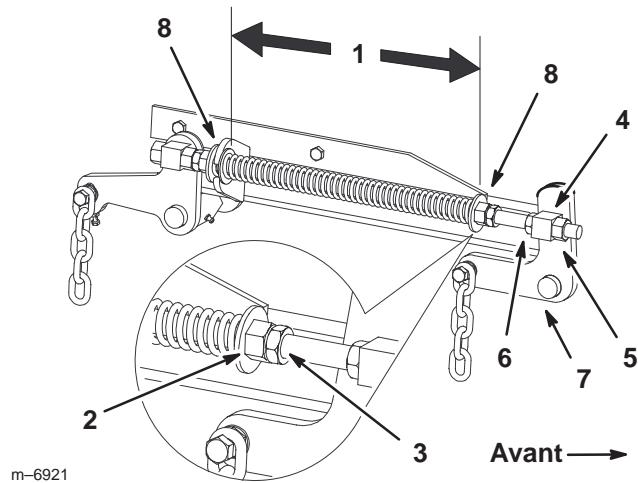

Figure 55
- Desserrez d'environ 13 mm (1/2 pouce) les écrous de blocage à l'avant des pivots avant gauche et droit (Fig. 55).
- Réglez les écrous de relevage sur les côtés gauche et droit de la machine de manière à abaisser l'avant de **6 à 10 mm (1/4 à 3/8 pouce)** au point **A** par rapport au point **B** à l'arrière (Fig. 55).
- Déplacez le levier de relevage du plateau de coupe à la position de transport (Fig. 55).
- Vérifiez que les deux grandes rondelles sont espacées de 26 cm (10-1/4 pouces) (Fig. 55).
- Réglez cette distance en desserrant l'écrou de blocage du ressort et en tournant l'écrou devant chaque ressort (Fig. 55). Tournez l'écrou dans le sens horaire pour raccourcir le ressort et dans le sens inverse pour l'allonger.
- Bloquez l'écrou en position en serrant l'écrou de blocage du ressort (Fig. 55).